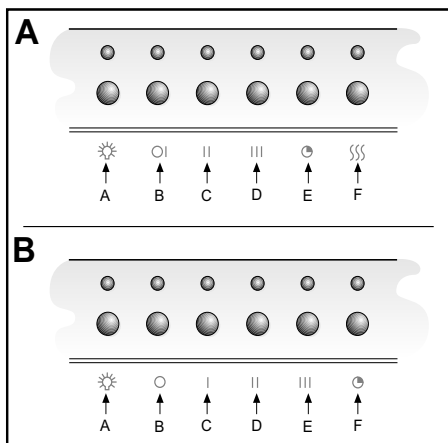

Fig.10
• COMANDO: ELETTRONICA (Fig.10 A)
- ELETTRONICA (Fig.10 B)